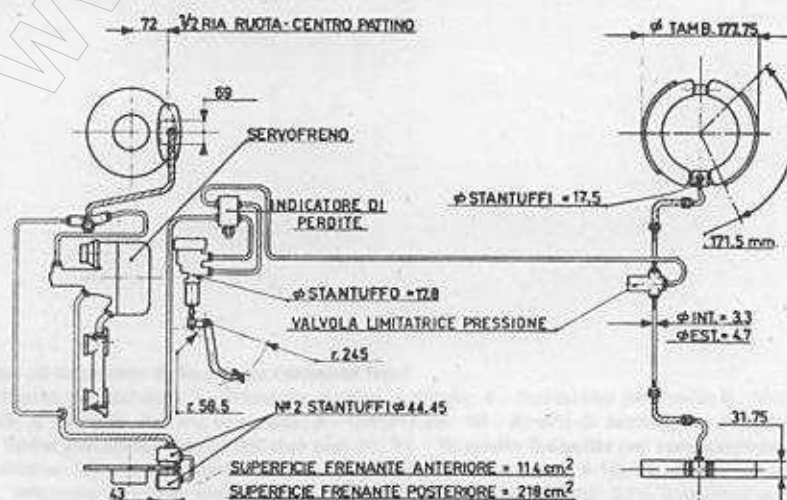

Fig. 1 - Schema impianto freni a doppio circuito
- 1 - L'impianto idraulico freni (Ved. fig. 1) delle vetture Mini Cooper 1300 Export è sdoppiato in due circuiti fra loro indipendenti, uno per i freni anteriori, l'altro per i posteriori. Ciò garantirà comunque, nel caso di avaria ad uno di detti circuiti, una frenata di emergenza mediante l'altro circuito.